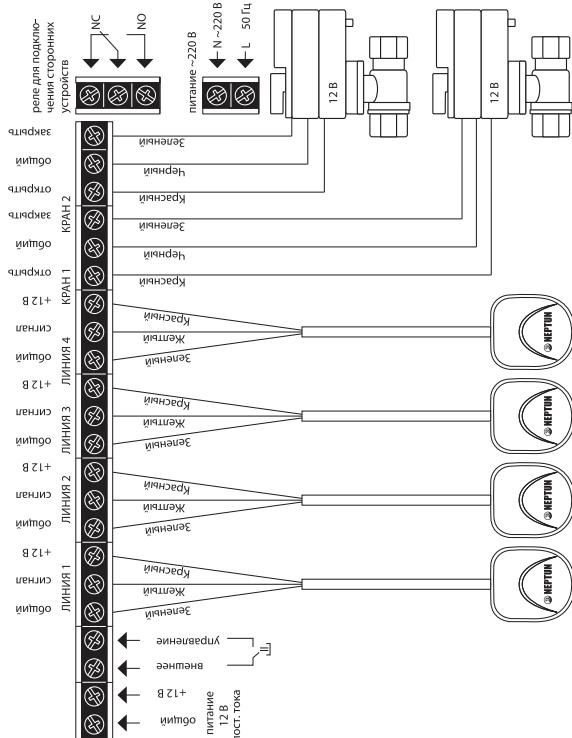
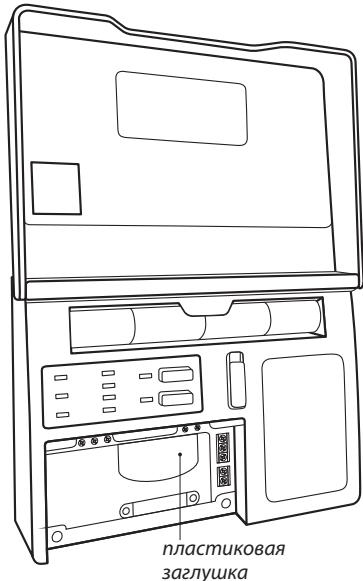

Рис. 3. Схема подключения кранов шаровых с электроприводом серии Neptun Bugatti Pro 12W+ к модулю управления Neptun ProW+
Рис. 6. Вид Модуля управления Neptun ProW+ изнутри с открытой крышкой коммутационного отсека
Модуль управления Neptun ProW+ имеет (см. рис. 3, 4, 5):
Подключение Прибора к сети электропитания переменного тока производите в строгом соответствии со схемой подключения (рис. 3, 4, 5), которая изображена на внутренней стороне крышки прибора.
3. Откройте крышку коммутационного отсека (рис. 6).
4. Выполните подключение датчиков типа SW, проводов электропитания и кранов с электроприводами в соответствии со схемами, изображенными на рис. 3, 4, 5. (в зависимости от типа подключаемых кранов с электроприводом). При необходимости, для ввода проводов в коммутационный отсек удалите пластиковую заглушку, расположенную в нижней части корпуса прибора при помощи отвертки (рис. 6).